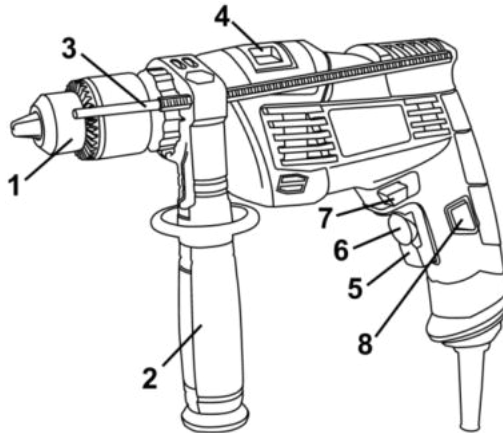

Рисунок 1
Виріб має два режими свердління: ударно-обертальний і обертальний. Перемикач режимів роботи виробу здійснюється переведенням перемикача (4) (див. рис.1) У крайні позиції до
**4.2** Виберіть необхідний режим роботи виробу за допомогою перемикача (4) (див. рисунок 1). Перемикання режимів роботи виробу здійснюється переведенням перемикача (4) (див. рис. 1) з одного крайнього положення в інше в бік відповідного символу режиму роботи:
- ударно-обертальний режим - перемикач (4) повинен бути переведеним до упору у бік символу **T**;
- обертальний режим - перемикач (4) повинен бути переведеним до упору у бік символу **2**.